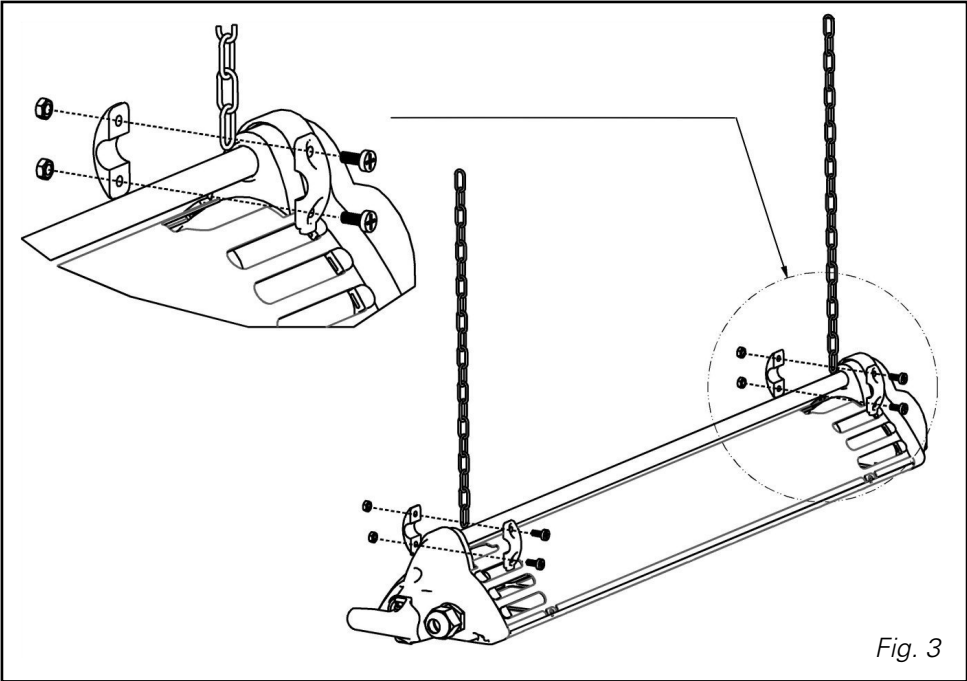

Fig. 3
- Mocowanie do sufitu za pomocą łańcuchów. Przed wykonaniem otworów sprawdzić, czy wybrana do umocowania urządzenia strefa sufitu posiada odpowiednią wytrzymałość. Zamocować dołączone do zestawu dwa kołki z oczkami w odległości 55 cm od siebie. Zamocować uchwyty w kształcie litery U wokół aluminiowego przewodu rurowego, przeprowadzając wkręt znajdujący się w większej odległości od urządzenia przez ostatnie oczko łańcucha, jak to zostało pokazane na rys. 3. Uchwyty w kształcie litery U powinny zostać umieszczone na końcach przewodu rurowego w największej możliwej odległości od siebie, co zapewni większą stabilność.